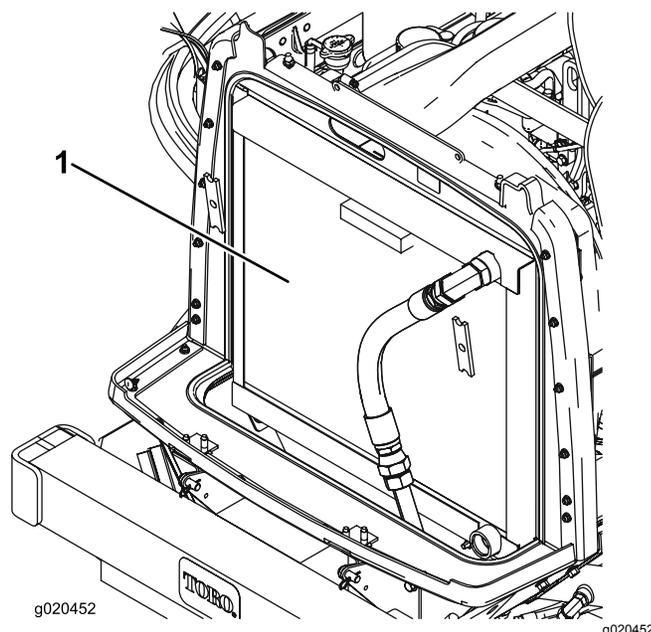

Рисунок 92
2. Тщательно очистите сжатым воздухом обе стороны области радиатора/маслоохладителя (Рисунок 92). Начните спереди и сдувайте мусор к задней стороне машины. Затем произведите очистку сзади в направлении передней стороны. Повторите процедуру несколько раз до полного удаления сечки и мусора.